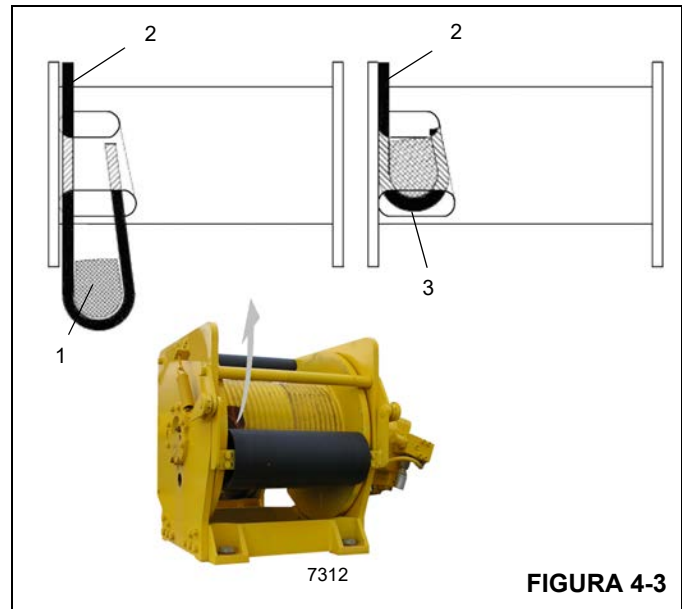

FIGURA 4-3
3. Inserte el cable a través de la ranura y colóquelo alrededor de la cuña de anclaje (1) (Figura 4-3).